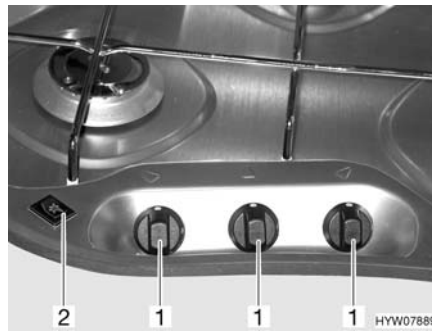

Fig. 111 Elementi di comando (fornello a gas)
- ▷ Nei fornelli a gas senza accensione elettronica, non è presente il rispettivo interruttore a bilico (Fig. 111,2).
- Ruotare il pomello girevole (Fig. 111,1) dell'impianto a fiamma libera desiderato in posizione accesa (fiamma alta).
- Accensione elettronica: Premere l'interruttore a bilico (Fig. 111,2). Sul bruciatore vengono prodotte scintille.